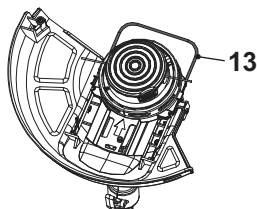

Fig. 13, posição de armazenamento
- Empurre o protetor de plantas (13) para dentro, para transporte e armazenamento (Fig. 13).